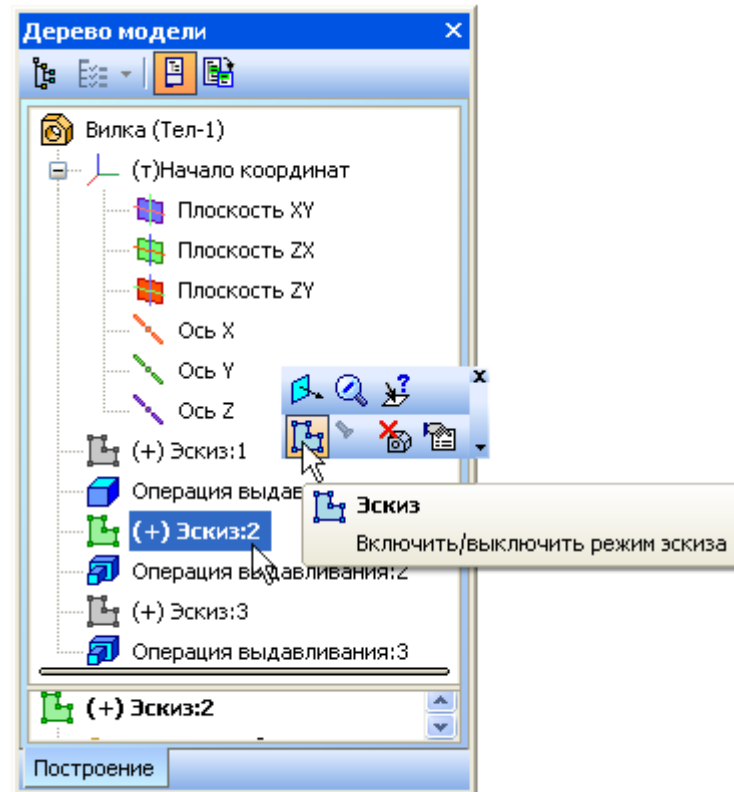

Рисунок 27.
- Выполните на Контекстной панели команду Эскиз (рис. 27).